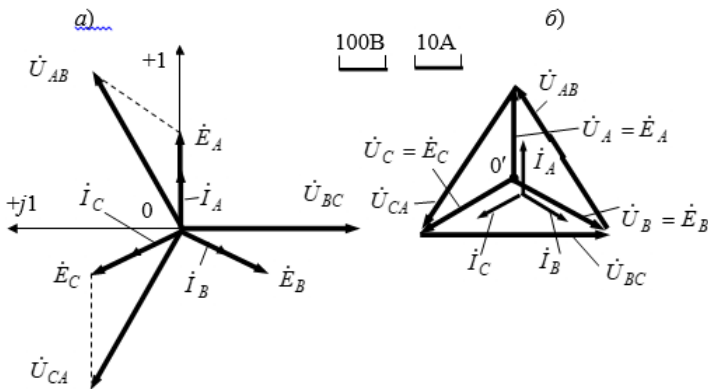

Рис. 23. Векторная диаграмма токов и напряжений
6. Векторная диаграмма токов и напряжений исследуемой цепи представлена на рис. 23 в двух вариантах.
В первом варианте (рис. 23, а) все векторы исходят из начала координат комплексной плоскости. Во втором варианте (рис. 23, б) векторы линейных напряжений перенесены параллельно самим себе так, чтобы они расположились между концами соответствующих векторов фазных напряжений и образовали равносторонний треугольник.